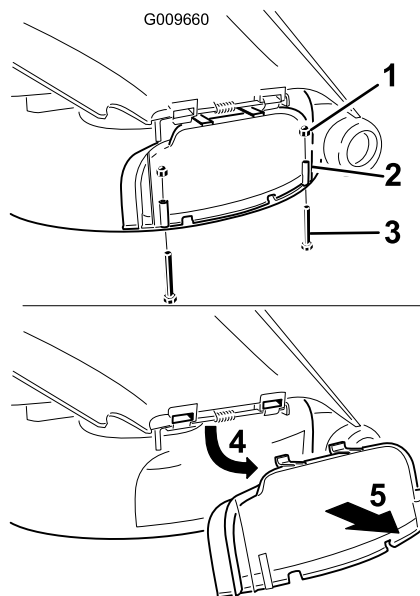

Figura 28
3. Rimuovete i due bulloni e dadi che fissano il coperchio dello scarico al tosaerba (Figura 28).